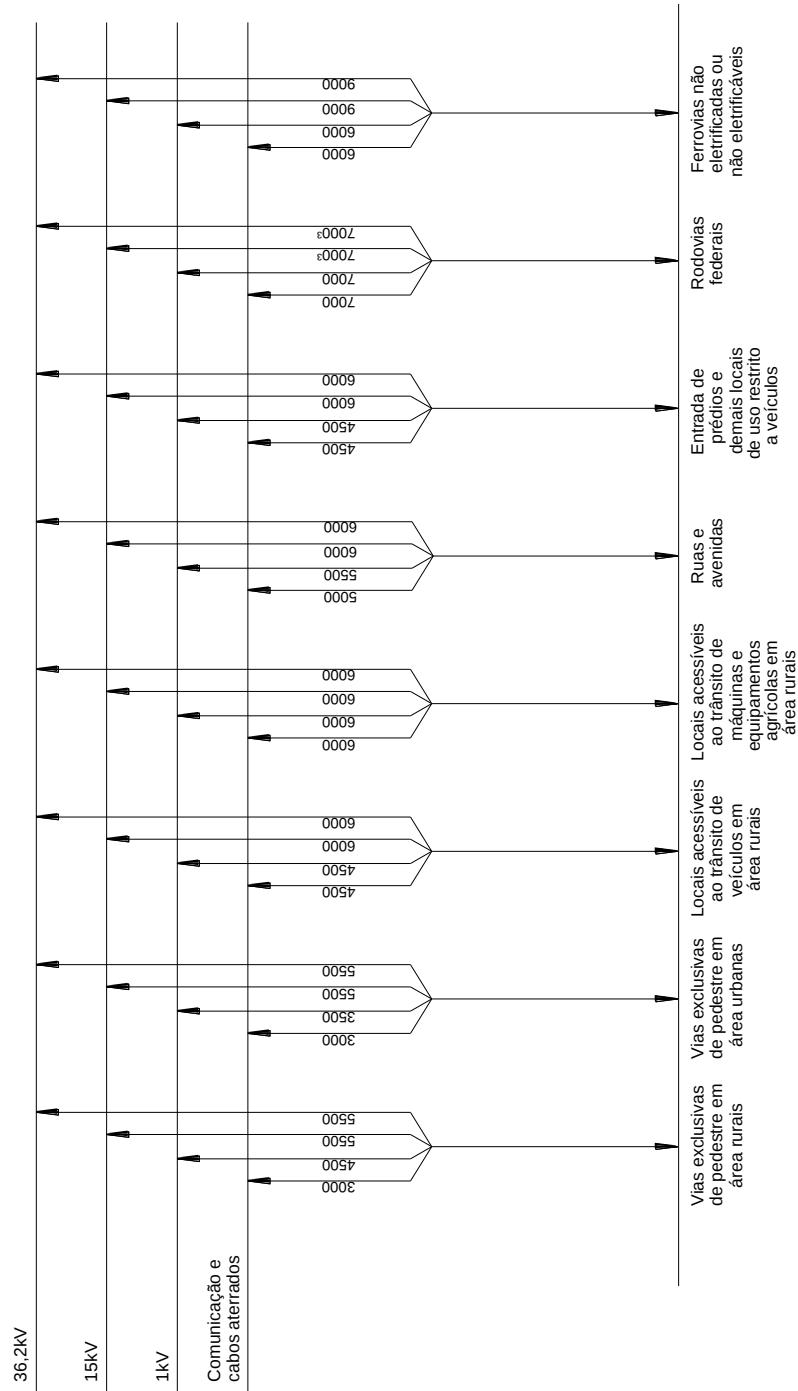

Figura 4 – Afastamentos mínimos – Condutor ao solo
2. A altura mínima  $h$  corresponde a flecha máxima e é indicada na Tabela 4 e Figura 4.
1. A altura  $h$  corresponde a flecha máxima, conforme Figura 4 e Tabela 4;
1. A altura h corresponde a flecha máxima, conforme Figura 4 e Tabela 4;